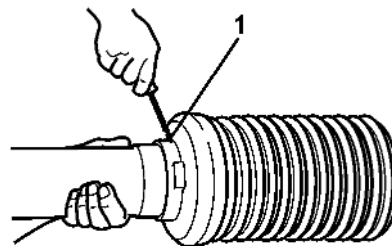

Bild 57
3. Dra skyddstratten (Bild 57/1) till monteringsläge.
4. Dra bort halva skyddet (Bild 57/3).